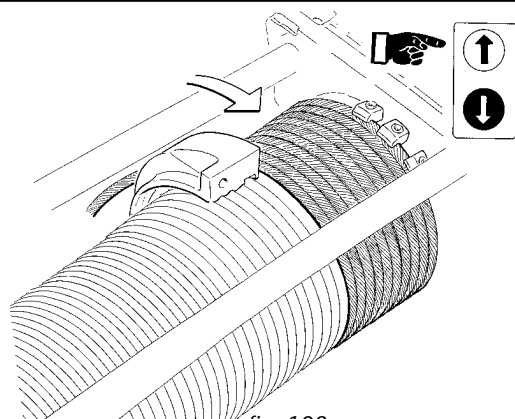

fig. 198
5. Premere il pulsante di "salita" della pulsantiera e, utilizzando guanti protettivi, tenere la fune costantemente in tensione e ben aderente alle scanalature del tamburo facendo avvolgere la fune stessa per almeno 10 spire (fig. 198).